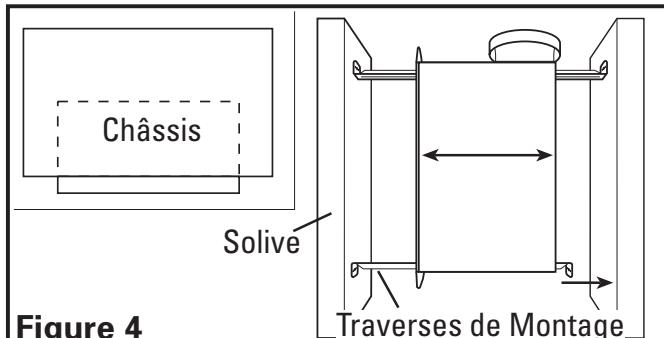
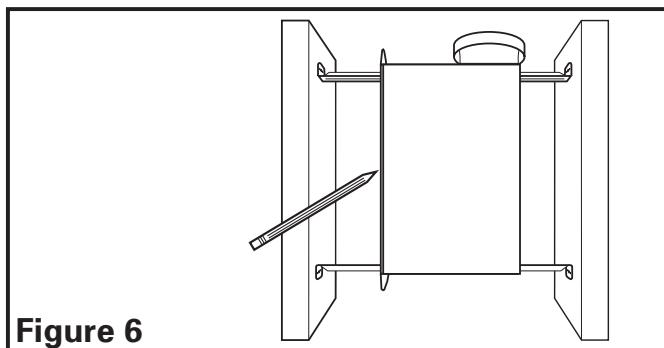

Figure 4
Figure 6
- Installation des Traverses de Montage:** Installer les traverses sur le châssis et positionner le châssis près de la solive. Aligner le châssis pour qu'il soit à effleurement avec le plafond fini. Fixer les extrémités des traverses avec des clous ou des vis (non-comprises) aux solives et glisser le châssis à sa position finale (**Figure 4**).
- Installation des Traverses de Montage:** placer le châssis en position entre les solives et tracer un contour sur le matériau du plafond (**Figure 6**). Mettre le châssis de côté et découper l'ouverture, en prenant soin de ne pas couper ou endommager des câbles électriques dissimulés ou autres utilités. Installer les traverses sur le châssis et positionner le châssis dans le trou percé précédemment afin qu'il soit à effleurement avec le plafond fini. Fixer les extrémités des traverses aux solives (**Figure 4**).